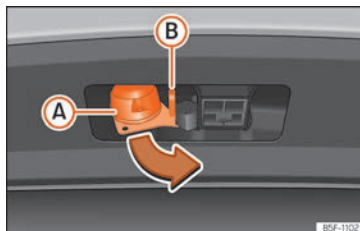

Fig. 303 Girar el conector de 13 polos
- Agarre el conector de 13 polos por la zona **A** y extráigalo en el sentido de la flecha **>>> fig. 303.**
- Agarre el conector de 13 polos por la zona **A** e introdúzcalo en el sentido contrario al de la flecha **>>> fig. 303.**
El ojal de seguridad **B** **>>> fig. 303** sirve para enganchar el cable de retención del remolque.